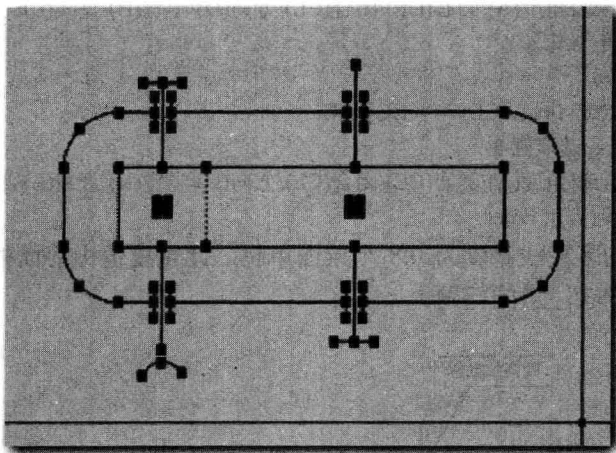

图 2-1 使用“窗口”或者“交叉”方式选定图形对象
**步骤 1** 在“命令”提示符下使用“窗口”或“交叉”方式选定如图 2-1 所示的对象。